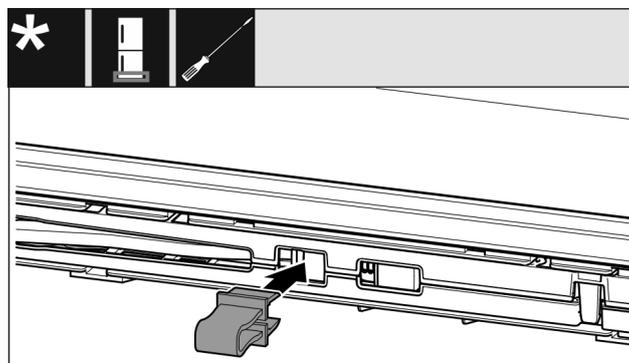

Fig. 15
- ▶ Innestare il fusibile nell'apertura. (vedere Fig. 15)